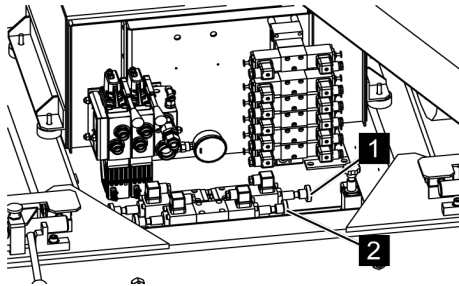

Fig. 127: Vannes
8. → Après le mode de secours, déverrouiller la vanne à deux voies (Voir la Fig. 127/2).
- S'assurer que pour le mode normal, la vanne à deux voies (Voir la Fig. 127/2) est entièrement déverrouillée.